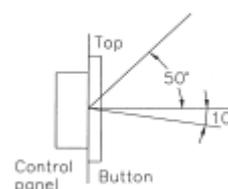

Figura 2
• El LCD está diseñado para ser claramente visible desde los ángulos mostrados en la Figura 2. Monte la unidad de modo que el ángulo visual esté dentro de este rango.